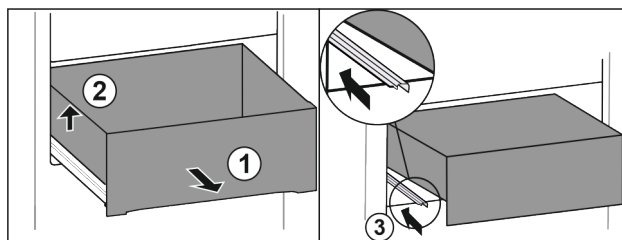

Fig. 113
- ▶ Træk skuffen ud indtil anslag. Fig. 113 (1)
- ▶ Løft skuffen i venstre side. Fig. 113 (2)
- ▶ Skub den venstre skinne ind. Fig. 113 (3)